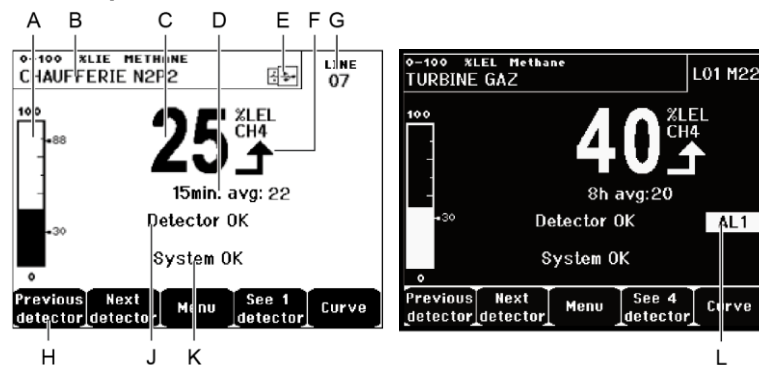

Рисунок 36: Пример дисплея измерений в нормальном режиме и с инвертированным изображением.
- **Смотреть 1 детектор:** Дисплей в нормальном режиме (Рисунок 36).
- Л. Индикация активированной сигнализации с мигающим пороговым дисплеем. Изображение дисплея меняется на инвертированное (Рисунок 36, экран справа).